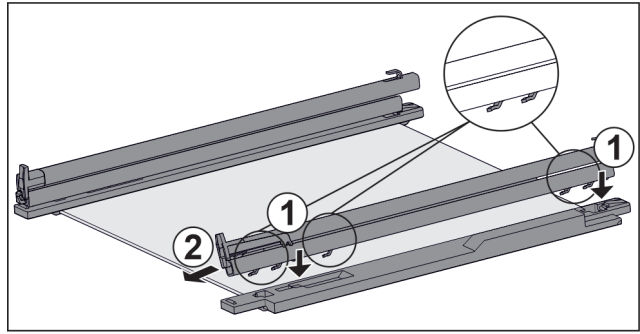

Fig. 114 Placă de sticlă cu șine și piese de fixare
- ▶ Așezați cârligele șinei pe deschiderile piesei de fixare din **stânga**. Fig. 114 (1)
- ▶ Trageți șina în față. Fig. 114 (2)
- ▶ Așezați cârligele șinei pe deschiderile piesei de fixare din **dreapta**. Fig. 114 (1)